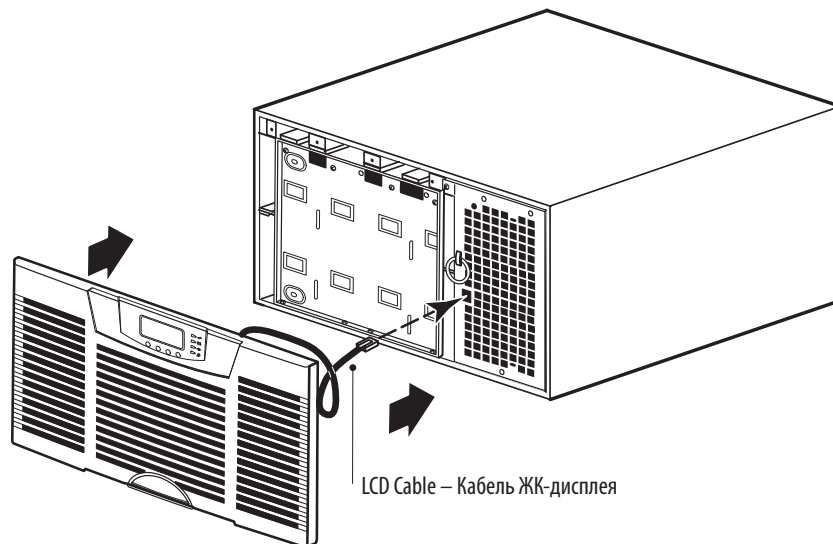

Рисунок 28. Установка передней крышки ИБП
5. Установите переднюю крышку ИБП (см. рисунок 28).